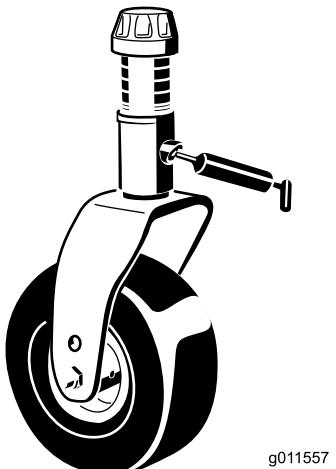

Figura 19
- Casquilhos do eixo da forquilha da roda giratória (4) (Figura 19)